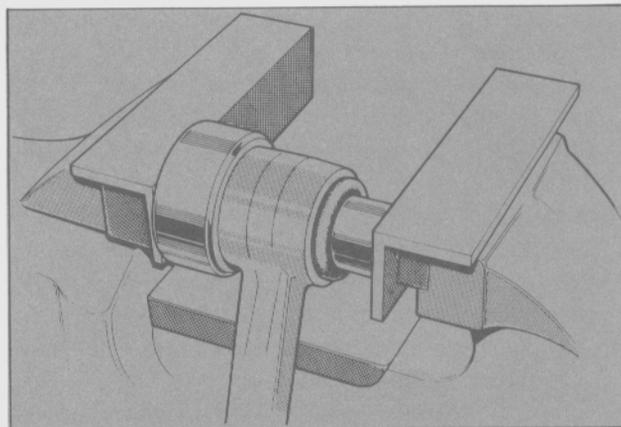

Fig. 12. Reemplazo del buje interior del extremo del brazo inferior
- Colocar el brazo inferior en una morsa y retirar el buje utilizando dos tubos de diámetro apropiado (Fig. 12).